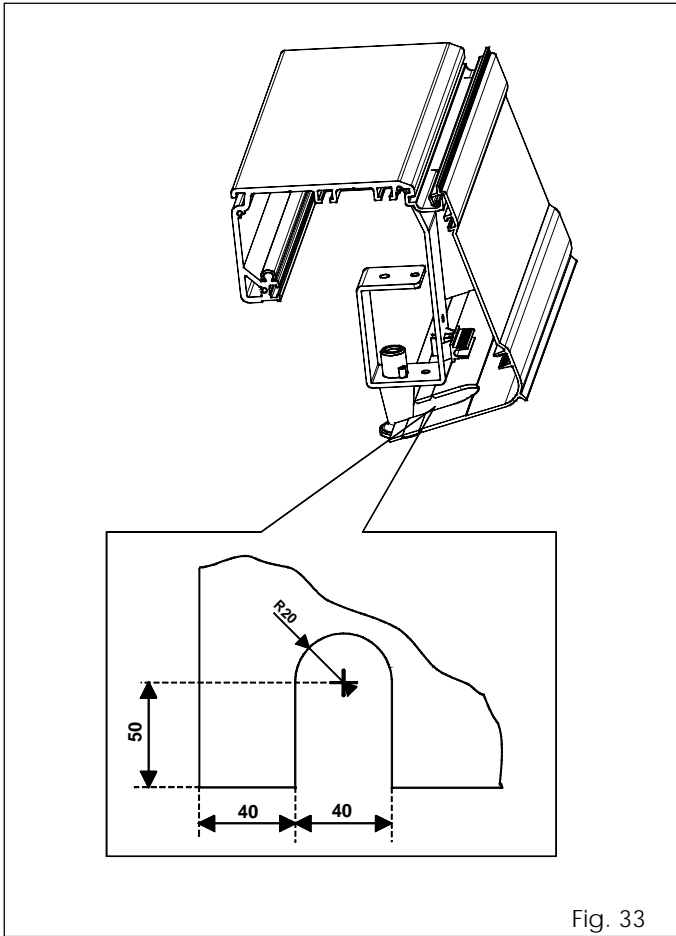

Fig. 33
- N.B.: als de interne ontgrendeling wordt gebruikt moet hij, voor een juiste sluiting van de kap, de vorm krijgen die wordt aangegeven door de maten van fig. 33.